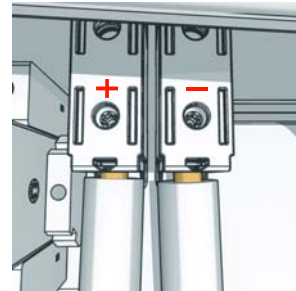

Ilustración 2.25 Conecte el cable a la entrada FV
2. Conecte los cables FV del string combiner externo al inversor. Asegúrese de que la polaridad sea la correcta; consulte *Ilustración 2.25*.